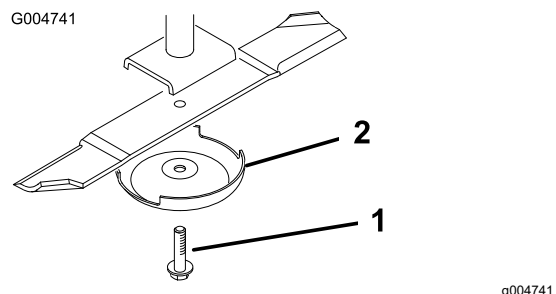

图 25
4. 卸掉刀片螺栓、防刮罩并从锭轴上取下刀片 (图 25)。